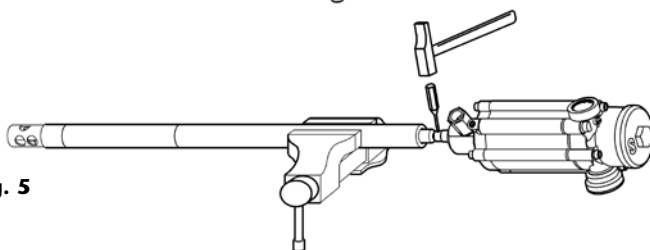

Fig. 5
4. Den Stift entfernen und die Gewindestange abschrauben, bis sie abnehmbar ist (Bild 5).